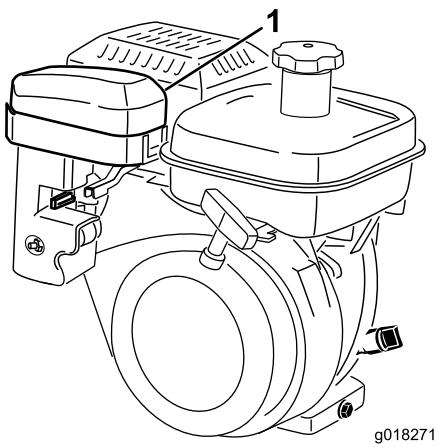
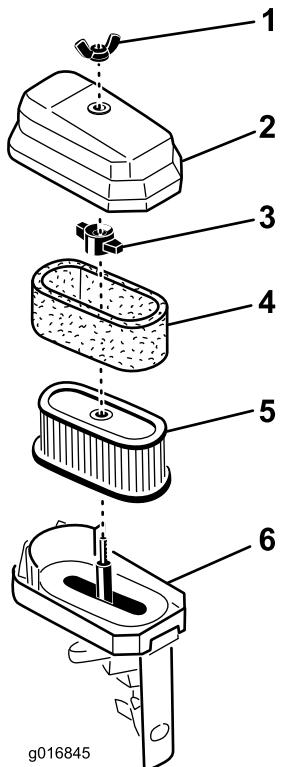

图31
图32
2. 拧掉将空气滤清器盖固定到空气滤清器上的蝶型螺帽，然后取下滤清器盖。彻底清洁滤清器盖 (图31 和图32)。
3. 如果泡沫滤芯变脏, 请将其从纸质滤芯中取出(图32)。彻底清洁泡沫滤芯。